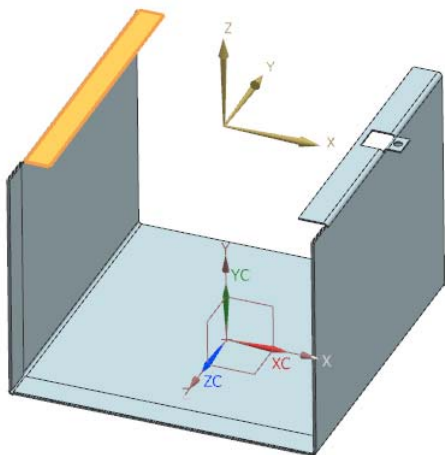

图 7-113 选择草图工作平面
(2) 单击“绘制截面”按钮, 打开“创建草图”对话框。在视图区选择草图工作平面, 如图 7-113 所示。